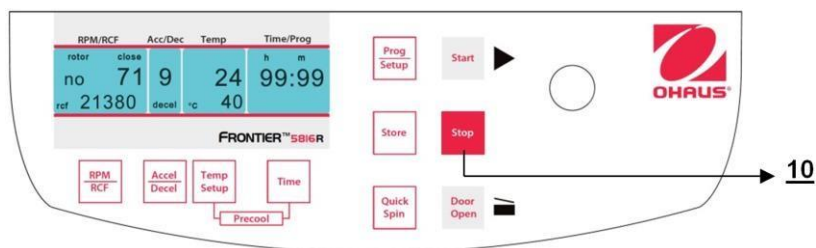

Figura 30
Con el botón **"Stop"** (10) (vea la Figura 30) puede interrumpir la operación en cualquier momento. Después de presionar el botón, la centrífuga se desacelera con la intensidad preseleccionada en descenso hasta parar completamente.